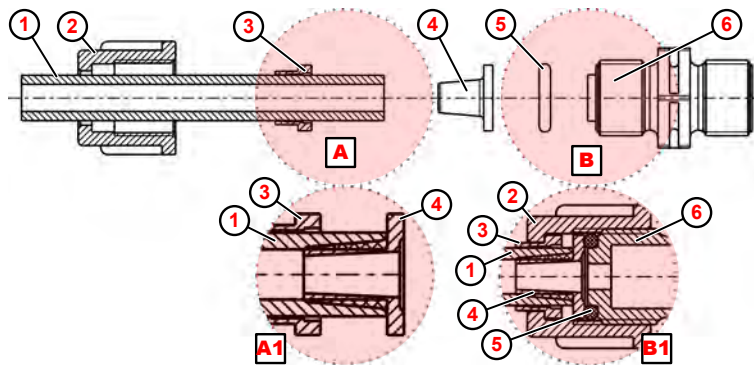

Fig. 8: Conexión de manguera y conexión de tubo con pieza cónica
1. ➤ Realizar un corte recto en la manguera ( Fig. 8 , ① ).
2. ➤ Empujar la tuerca de unión ② sobre la manguera ① .
3. ➤ Empujar la pieza de sujeción ③ sobre la manguera ① .
4. ➤ Empujar la manguera ① hasta el anillo de tope de la pieza cónica ④ (detalle Ⓐ1).
5. ➤ Empujar la pieza de sujeción ③ en dirección a la pieza cónica ④ hasta notar resistencia.
6. ➤ Colocar la junta tórica ⑤ en la ranura de la válvula de descarga o aspiración ⑥ .
7. ➤ Apretar la tuerca de unión ② (detalle Ⓑ1).